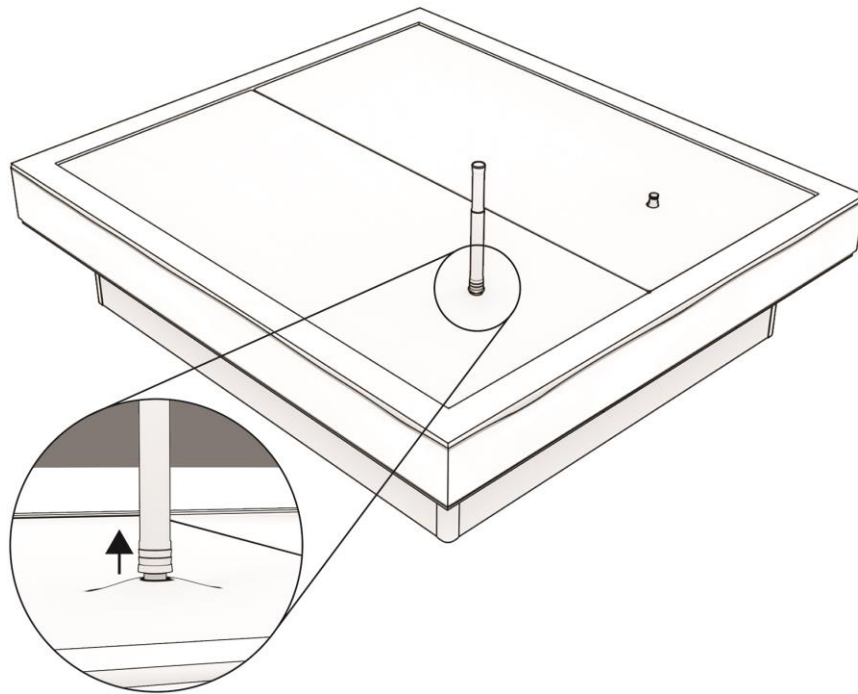

Abbildung 20: Die letzte Luft mit der Entlüftungspumpe aus der Matratze pumpen.
Schritt 23. Um die letzte Luft aus der Wassermatratze zu entfernen, schließen Sie die Entlüftungspumpe an die Einfüllöffnung an. Ziehen Sie die Verschlusskappe und die Pumpe etwas hoch, wie in Abbildung 20 dargestellt, und pumpen Sie die Luft aus der Matratze. Während des Pumpens sollte eine zweite Person die Wassermatratze weiter in Richtung Pumpe reiben, um die Luft zur Einfüllöffnung zu leiten.